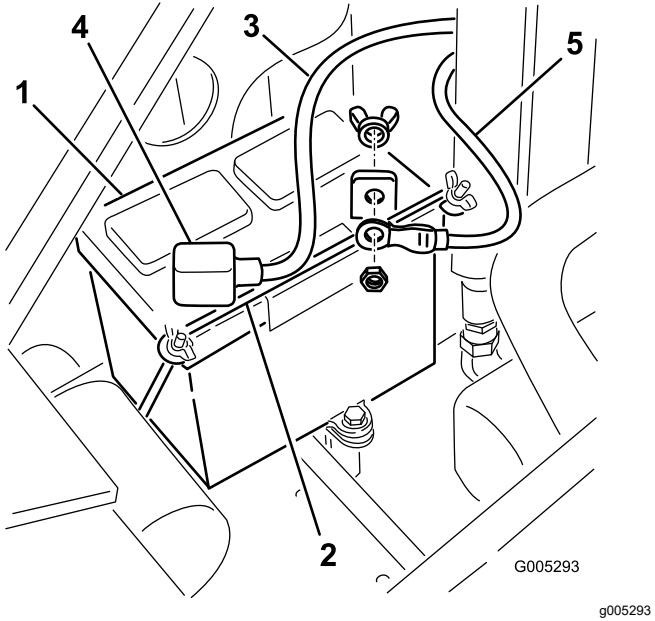

Bild 43
4. Entfernen Sie die Flügelmuttern und Stange, mit denen die Batterie befestigt ist (Bild 43).
5. Klemmen Sie das (schwarze) Minuskabel vom Batteriepol ab (Bild 43). Bewahren Sie die Befestigungen auf.
7. Klemmen Sie das Pluskabel (Rot) vom Batteriepol ab (Bild 43). Bewahren Sie die Befestigungen auf.
1. Schließen Sie das Pluskabel (Rot) der Batterie mit den vorher entfernten Befestigungen am Pluspol (+) der Batterie an (Bild 43).
3. Schließen Sie das Minuskabel (Schwarz) der Batterie mit den vorher entfernten Befestigungen am Minuspol (-) der Batterie an (Bild 43).
4. Befestigen Sie die Batterie mit der Stange und den Flügelmuttern (Bild 43).